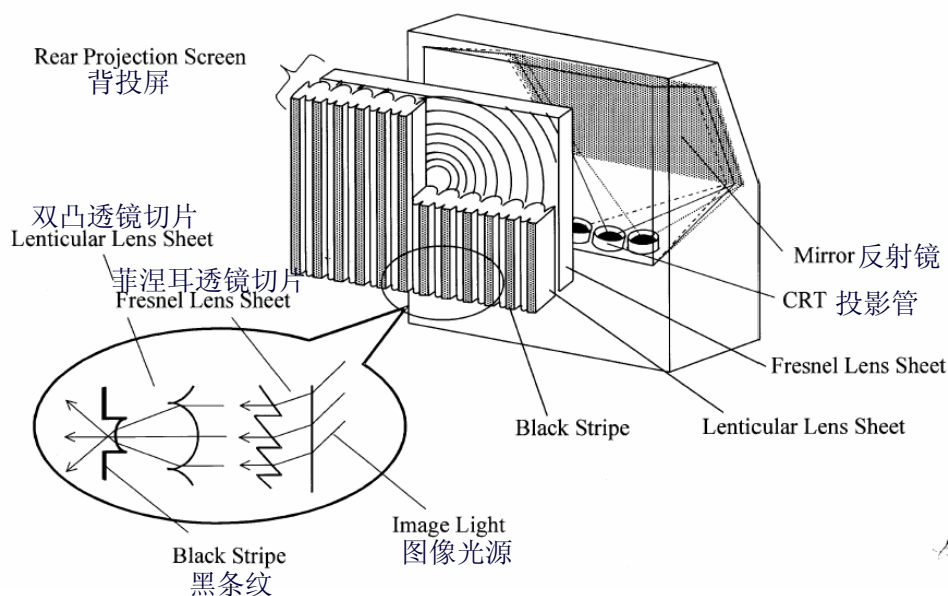

图 8
**2、投影屏：**图 8 为投影屏结构示意图，前面已经提到投影屏并不是一块大塑料板，它是一个技术含量很高的产品。投影屏由三层组成，面对观众这一层为保护层，起到保护